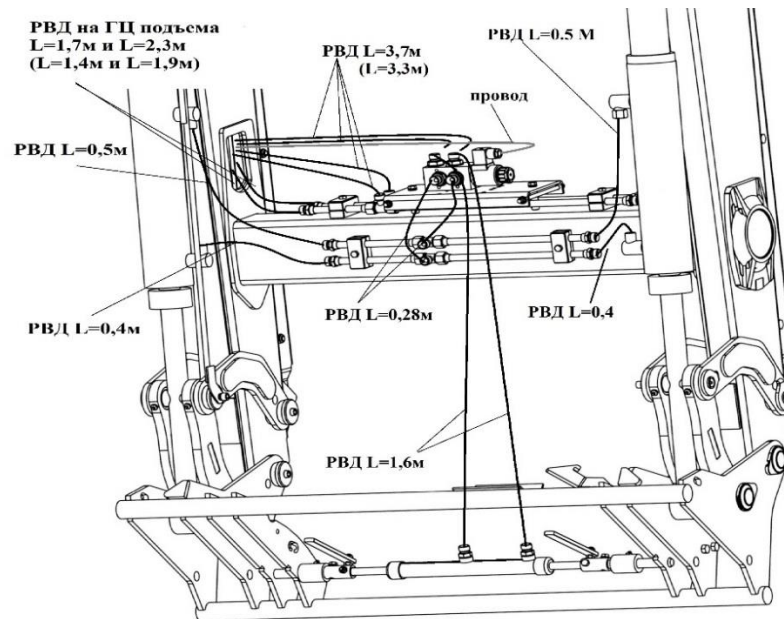

Рис.2
3. На поперечную трубу рамы подъема прикрутить пластину КУН 2000.00.411 для дивертора болтами М10х25(см. рис.2,3). Дивертор прикрутить к пластине болтами М6х60, гайками и шайбами, затем установить штуцера 3/8\* - 6 штук и прокладки-6 шт. Подсоединения РВД по длинам см. на рис.2,3. Длина рукавов в скобках относится к погрузчику КУН-2000, без скобок- к КУН-1500.